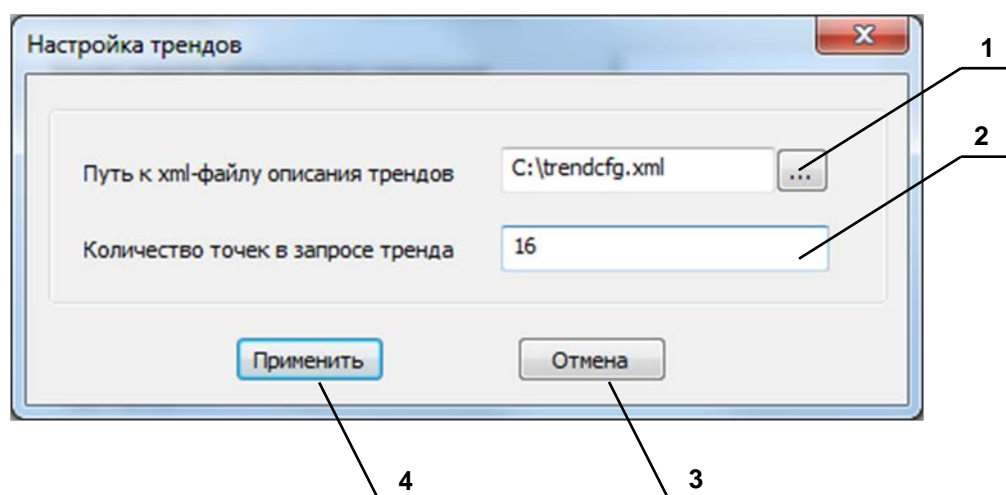

Рисунок 6.5 – Диалоговое окно настройки трендов
- 20 **Настройка трендов.** При нажатии на данную кнопку появляется диалоговое окно (рисунок 6.5), определяющее путь к xml-файлу описания трендов контроллера. Файл `krug_db.dtd` должен находиться в том же каталоге, что и xml-файл.
При нажатии на кнопку «**Настройка трендов**» появляется диалоговое окно, в котором можно настроить путь к xml-файлу описания трендов контроллера (рисунок 6.5).